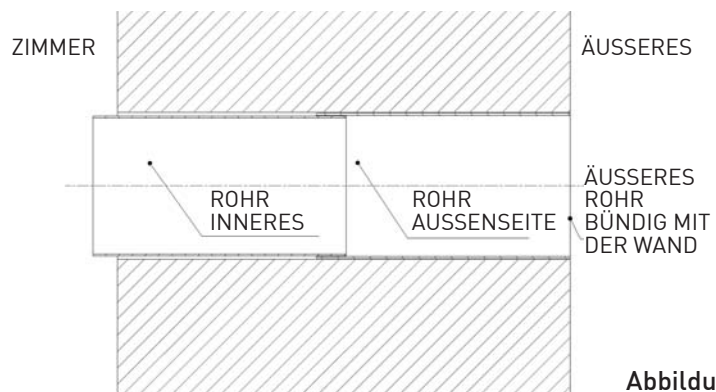

Abbildung 4
3. Führen Sie das Teleskoprohr ein und stellen Sie dabei sicher, dass das Rohr mit dem größeren Durchmesser bündig mit der Wand abschließt (Abbildung 4).